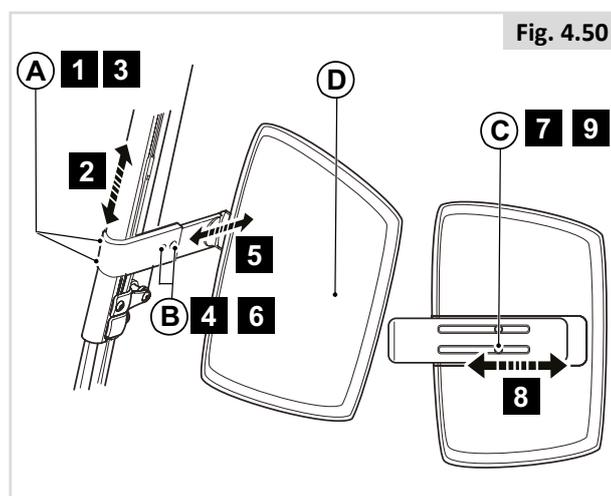

Fig. 4.50
**Hauteur de l'appui-mollet (Fig. 4.50)**
1. Desserrez (A) de quelques tours.
2. Réglez (D) à la position désirée.
3. Resserrez (A).
**Profondeur de l'appui-mollet (Fig. 4.50)**
4. Desserrez (B) de quelques tours.
5. Réglez (D) à la position désirée.
6. Resserrez (B).
**Largeur de l'appui-mollet (Fig. 4.50)**
7. Desserrez (C) au dos de (D) de quelques tours.
8. Réglez (D) à la position désirée.
9. Resserrez (C).